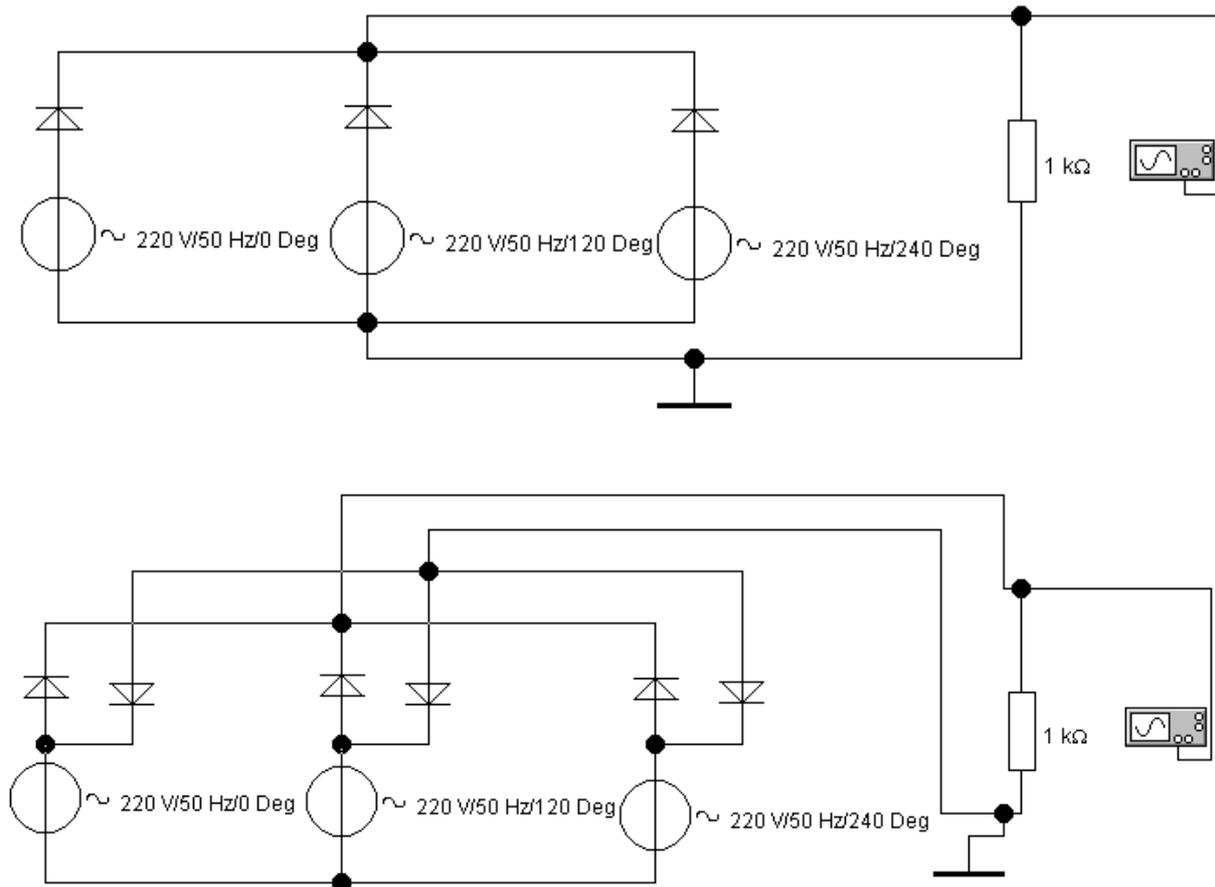

Рис. 7. Схема
3.8. Собрать схему трехфазного однополупериодного и двухполупериодного выпрямителя (рис. 7). Измерить уровень пульсаций.